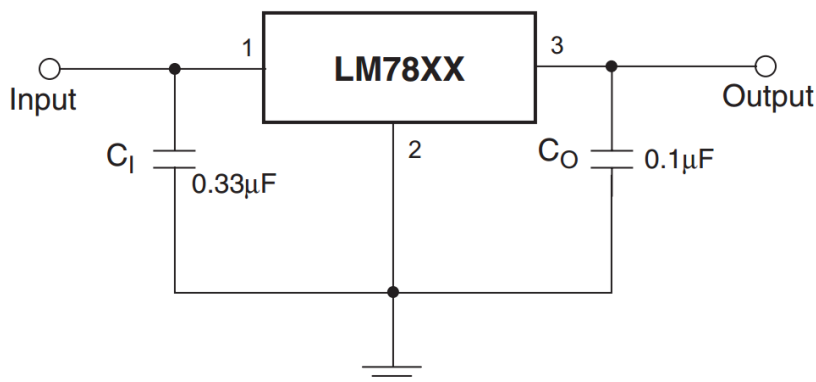

Рисунок 1. Типовое включение микросхемы L7805ACV (LM7805).
- Типовое включение микросхемы L7805ACV (LM7805) по спецификации производителя представлено на рис. 1. Сглаживающие фильтры $C_I = 0,33 \text{ мкФ}$, $C_O = 0,1 \text{ мкФ}$.